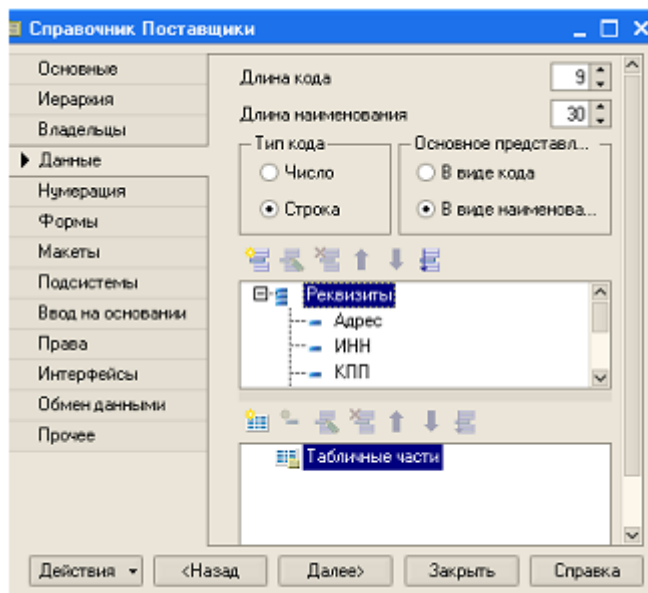

Рис. 14
- щелкните на закладке *Данные* окна и определите характеристики кода и наименования. Длину кода оставим без изменения – 9 символов, а длину наименования установим 50 символов (рис.14);